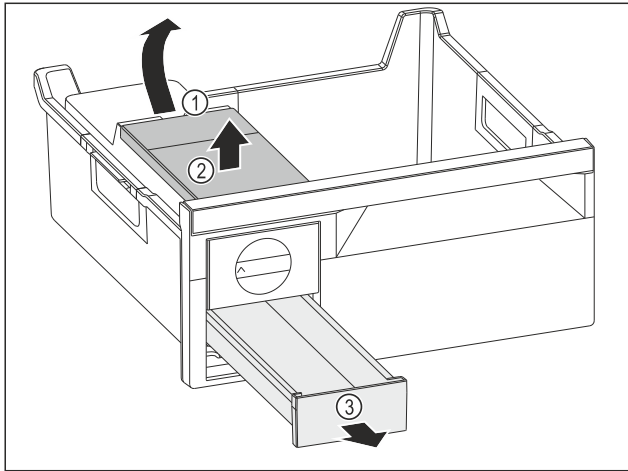

Fig. 78
- ▶ Fjern vanntanken: Løft opp vanntanken i fordypningen Fig. 78 (1).
- ▶ Fjern vanntanken Fig. 78 (2) ovenfra.
- ▶ Fjern isterningsskuff Fig. 78 (3) forfra.